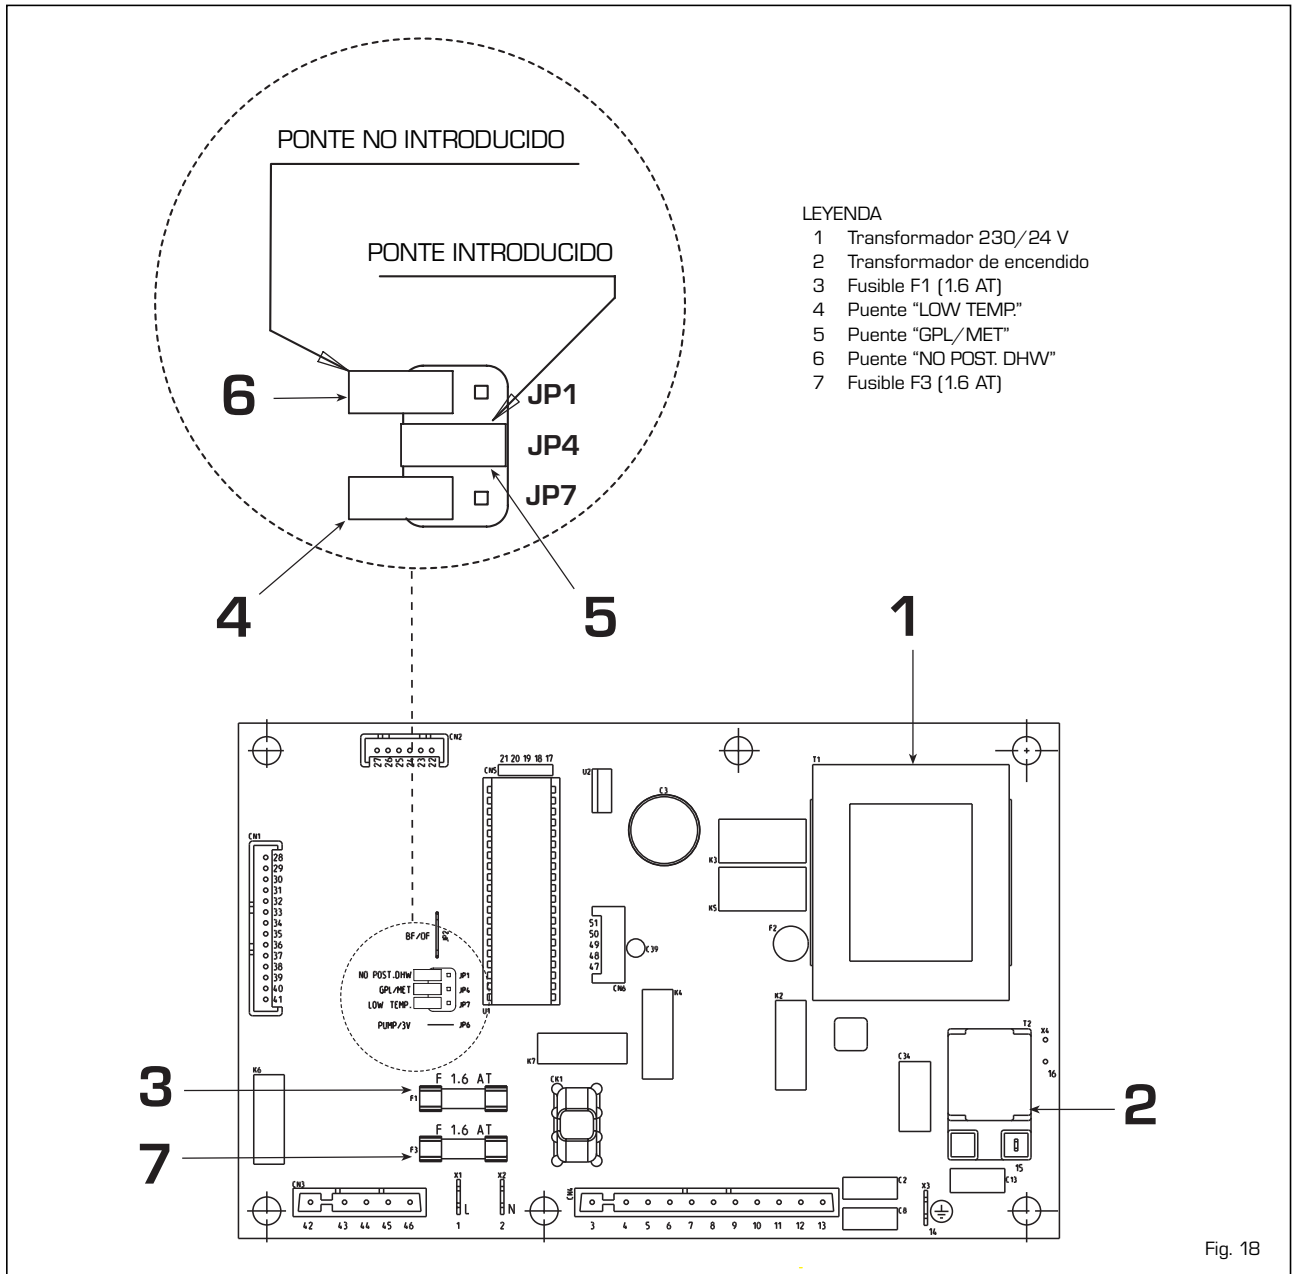

Fig. 18
- **Puente JP4 "GPL/MET"** (5 fig. 18)
- **Puente JP7 "LOW TEMP."** (4 fig. 18)
- **Puente JP1 "NO POST. DHW"** (6 fig. 18)
- Desmontar el colector quemadores (3).
- Sustituir los inyectores principales (6) y la arandela de cobre (4) con los suministrados en el kit; para efectuar esta operación, use una llave fija de 7.
- Desplazar el puente del conector "MET/GPL" de la ficha en la posición correspondiente al gas utilizado (5 fig. 18).